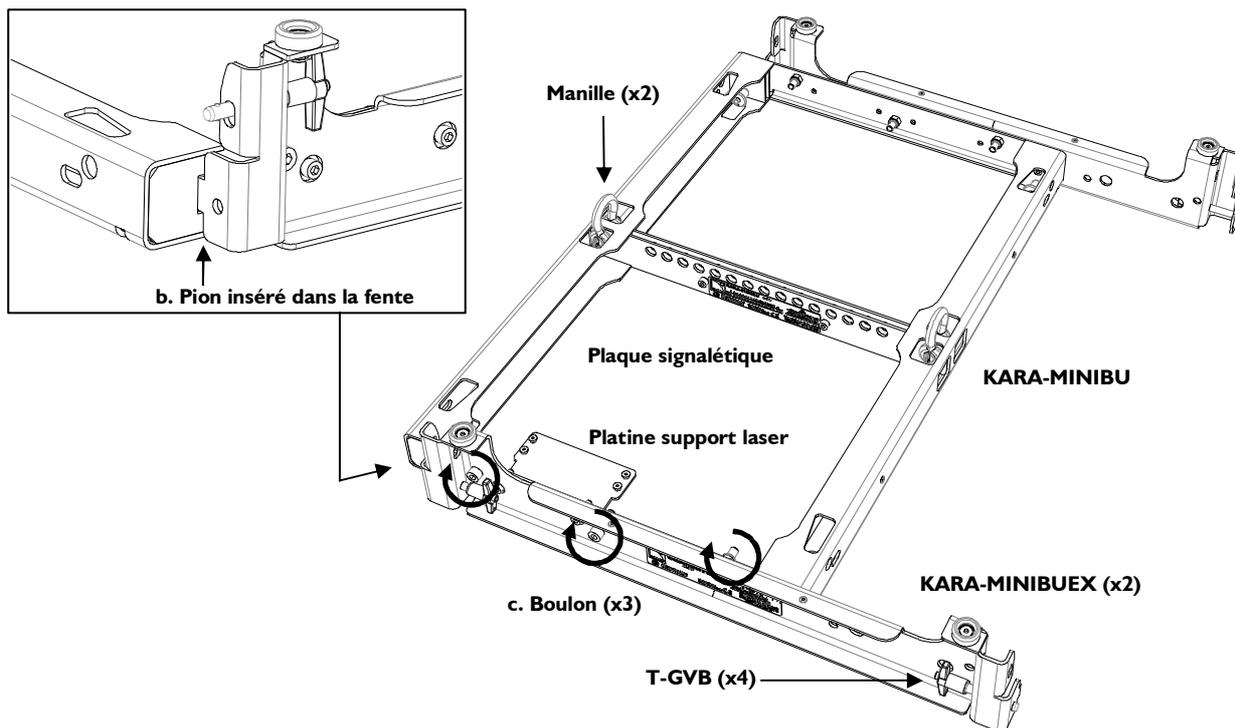

Figure 21 : Assemblage d'une structure d'accrochage KARA-MINIBU/KARA-MINIBUEX
- c. Serrer 3 boulons dans les 3 logements montrés en Figure 21 (embout BTR 6 mm, clé 13 mm, 7 N.m/63 in.lb_t).